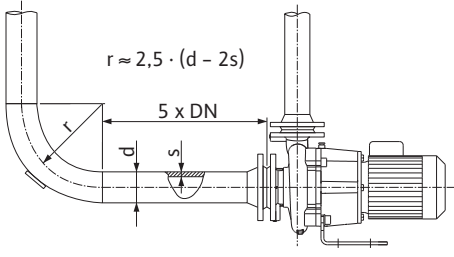
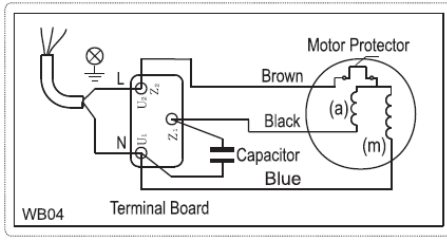

Fig. 4: Pompadan önce ve pompadan sonra sönümleme hattı
Fig. 5: Alternatif akım bağlantısı
- Elektrik şebekesi bağlantısı P₂ motor gücüne, şebeke gerilimine ve açma türüne bağlıdır. Klemens kutusundaki bağlantı köprüleri için gerekli devreleme, aşağıdaki tablo ile Fig. 4 ve Fig. 5'e göre gerçekleştirilmelidir.